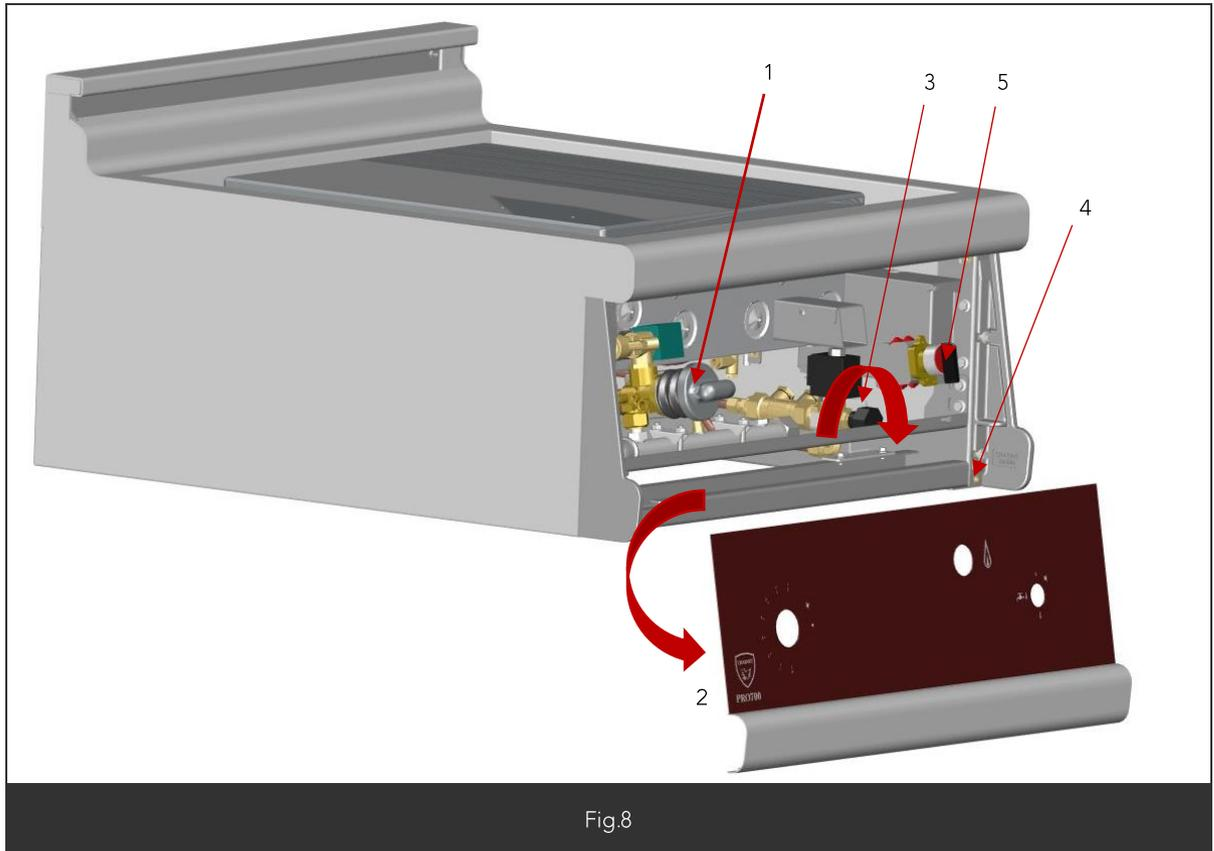

Fig.8
- Retirer la manette de commande (Fig8 Rep1)
- Retirer le bandeau de commande (Fig8 Rep2)
- Enlever le capot de commande (vis de fixation Fig8 Rep4)